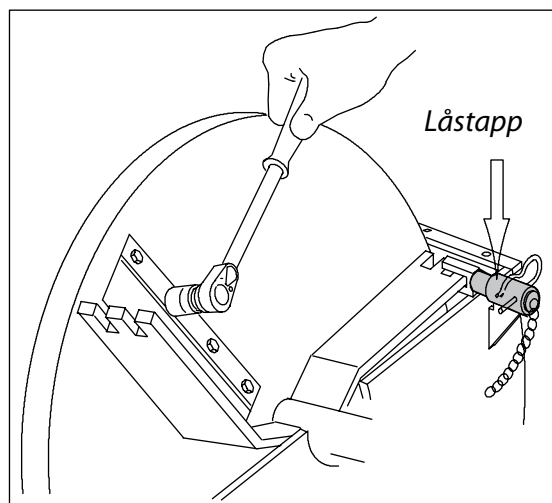

Bild 11. Huggskivans låsning och låsmuttrarnas borttagning
1. Lossa knivens låsmuttrar M10. Bild 11.
- Lossa skruvarna M6 (B) och M12 (C) för övre kåpan (A). Vrid övre huset åt sidan.
- Om du vill lossa övre kåpan, loss säkerhetskrav M6 (D) och gångjärnskrav M12 (E).
- Lås huggskivan med låstappar. Bild 11.